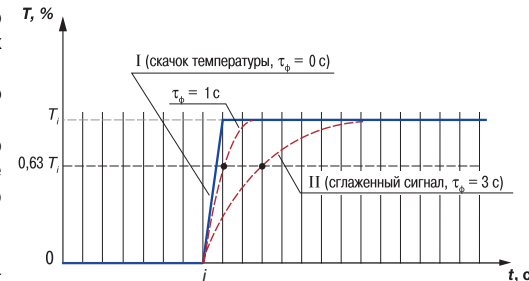

Рис. 5
3.1.4.4.3. Цифровой фильтр устраняет шумовые составляющие сигнала, осуществляя его экспоненциальное сглаживание. Основной характеристикой экспоненциального фильтра является τ_ϕ – постоянная времени цифрового фильтра, параметр **inF** – интервал, в течение которого сигнал достигает 0,63 от значения каждого измерения T_i (**рис. 5**).